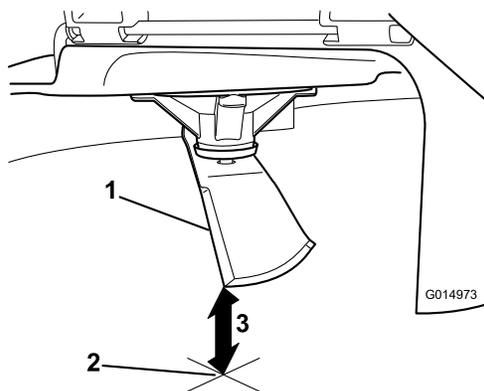

Figura 107
5. Mida desde la punta de la cuchilla hasta la superficie plana (Figura 107).